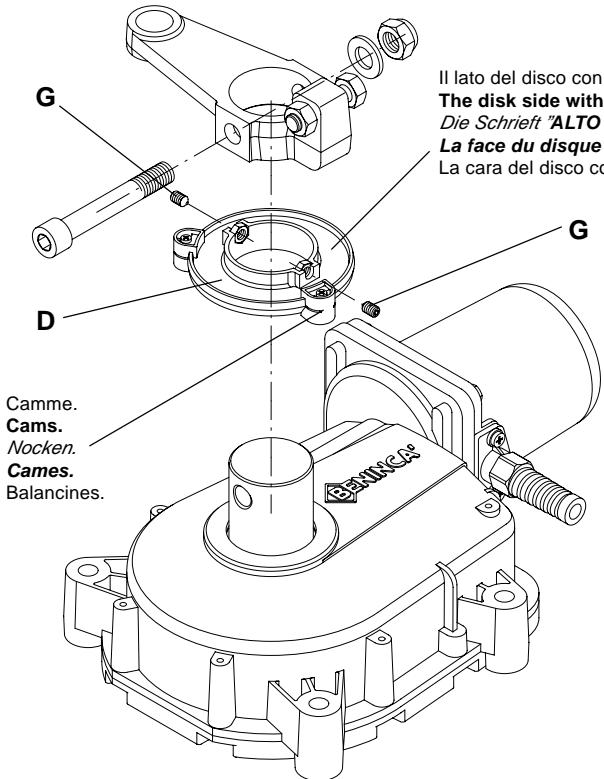

Fig.1
- 1 Premontare il disco D sull'albero di uscita (fig. 1) facendogli sfiorare la carcassa del riduttore e serrando moderatamente i grani G; si consiglia di utilizzare del frena filetti.
- 1 First assemble the disc D on the output shaft (Fig. 1), by skimming the reduction gear shell and slightly tightening the dowels G. It is advisable to use a screw lock.
1 Die Scheibe D auf die Ausgangswelle (Abb. 1) vormontieren, wobei sie das Gehäuse des Reduzierers leicht berühren muss; dann die Stifte G leicht festschrauben; wir empfehlen Gewindepaste zu verwenden.
1 Prémonter le disque D sur l'arbre de sortie (fig. 1) en lui faisant effleurer la carcasse du réducteur et en serrant modérément les grains G; il est conseillé d'utiliser un produit de freinage des filets.
1 Premontar el disco D en el eje de salida (fig. 1) haciéndole rozar la carcasa del reductor y apretando moderadamente los prisioneros G; se aconseja utilizar un poco de sellador para frenar filetes.